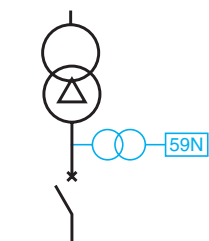

Рис. 7. Защита максимального напряжения нулевой последовательности
■ с помощью защиты максимального напряжения нулевой последовательности (ANSI 59N), если нейтраль сети со стороны потребителя изолирована относительно земли (рис. 7).